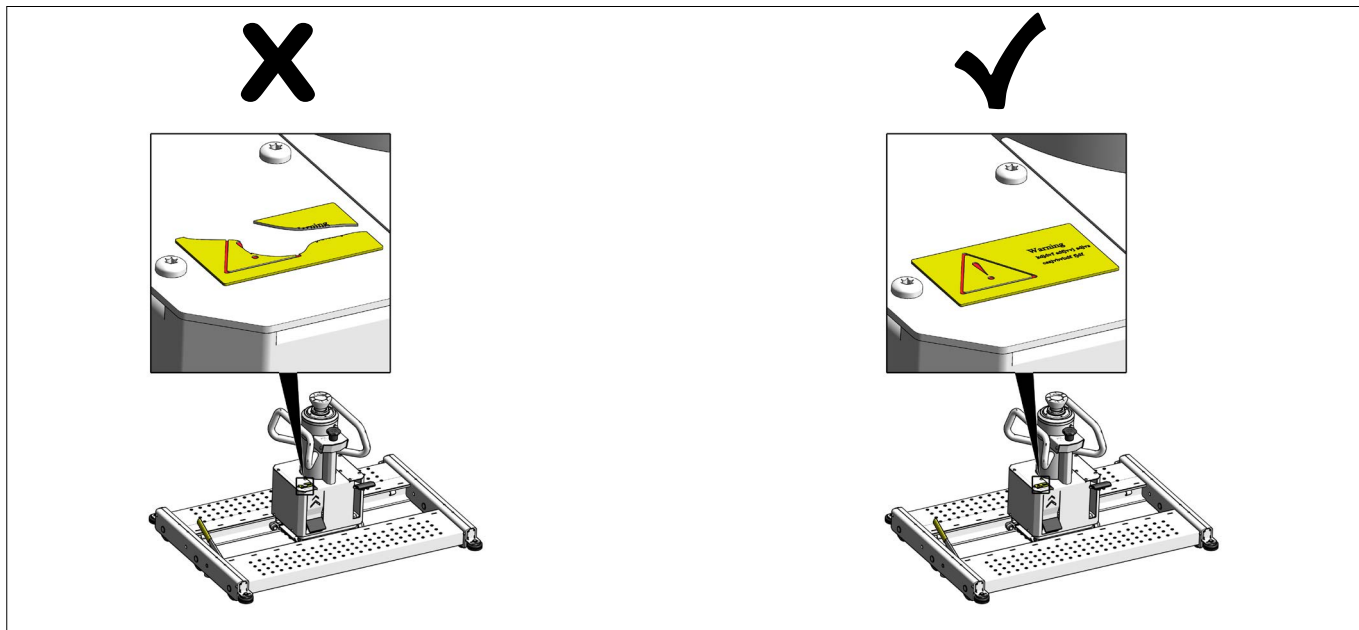

Fig.55
- Mærkater af sikkerhedsmæssig betydning er læsbare (*Fig. 55*), (*Fig. 56*).
- Furthermore all safety labels must be checked to ensure that they are legible (*Fig. 55*), (*Fig. 56*).
- Lesbarkeit wichtiger Sicherheitshinweise (*Fig. 55*), (*Fig. 56*).
- Toutes les étiquettes de sécurité doivent être vérifiées pour s'assurer qu'elles sont lisibles (*Fig. 55*), (*Fig. 56*).
- Vidare måste alla säkerhetsdekalerna kontrolleras för att säkerställa att de är läsbara (*Fig. 55*), (*Fig. 56*).
- Myös kaikkien varoitustarjosten luottavuus on tarkastettava (*Fig. 55*), (*Fig. 56*).
- Bovendien moeten alle veiligheidslabels worden gecontroleerd om ervoor te zorgen dat ze leesbaar zijn (*Fig. 55*), (*Fig. 56*).
- Además, se deben comprobar todas las etiquetas de seguridad para asegurarse de que son legibles (*Fig. 55*), (*Fig. 56*).
- Кроме того, все предупреждающие этикетки должны проверяться на предмет их разборчивости (Fig. 55), (Fig. 56).
- Inoltre, è necessario controllare l'integrità e la perfetta leggibilità di tutte le etichette di sicurezza (Fig. 55), (Fig. 56).